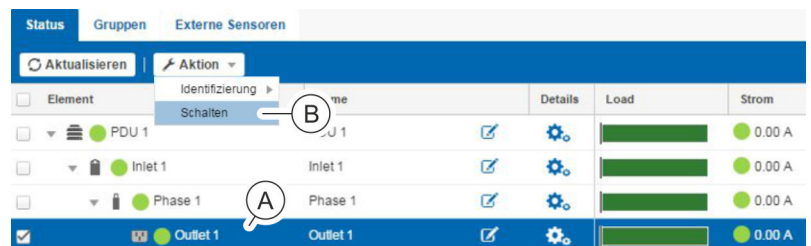

Abb. 103: Menü "Status" – Registerkarte "Status"
3. In der Registerkarte "Status" die gewünschte Steckdose auswählen (Abb. 103/Ⓐ).
4. Über „Aktion → Schalten“ (Abb. 103/Ⓑ) das Fenster "Schalten" aufrufen.